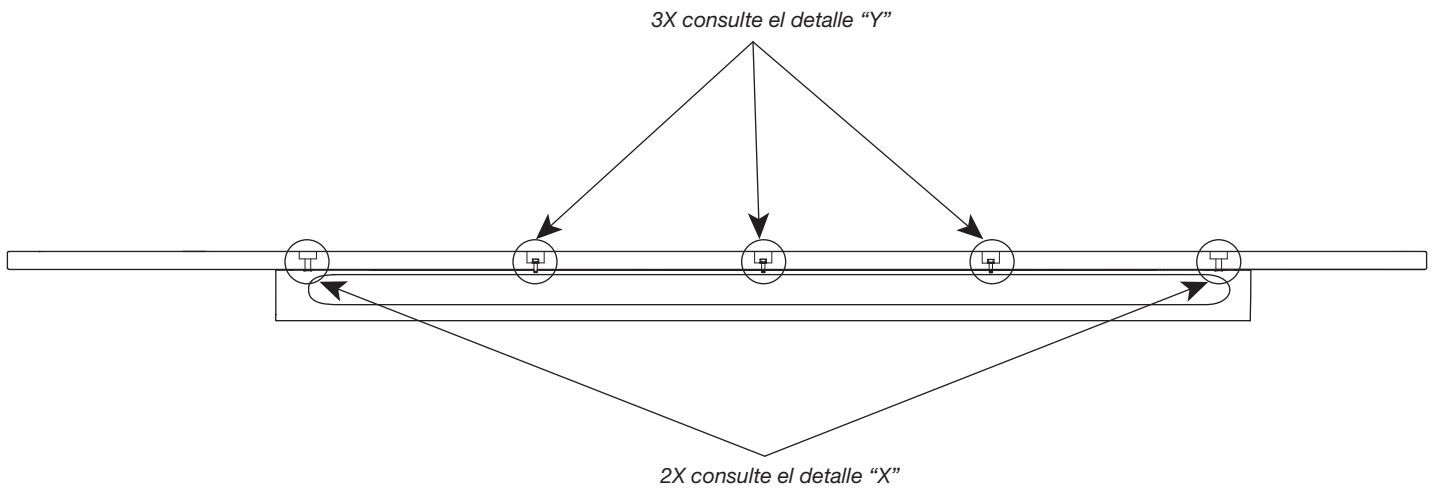

Figura 5 - Vista transversal
2. Se necesita dejar una distancia para los sujetadores de la manija en la parte posterior del panel. Voltee el panel para ver la parte posterior. Con una broca Forstner de 3/4", perforo un orificio escariado de 9/32" (7 mm) de profundidad en las ubicaciones izquierda y derecha, como se indica en la figura 5 - Detalle X.
3. Perfore un orificio de 11/32" (8,2 mm) en las ubicaciones izquierda y derecha, como se indica en la figura 5 - Detalle X.
4. Con una broca Forstner de 3/4", perforo un orificio escariado de 7/16" (11,2 mm) de profundidad en las tres ubicaciones intermedias, como se indica en la figura 5 - Detalle Y.
5. Perfore un orificio de 1/4" (6,2 mm) en las tres ubicaciones intermedias, como se indica en la figura 5 - Detalle Y.